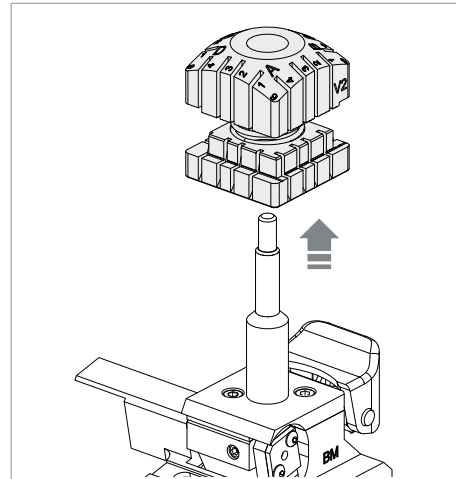

Fig. 141
- 4) Pull the clamp upwards (Fig. 141).
- 7) Tighten the knob (P).